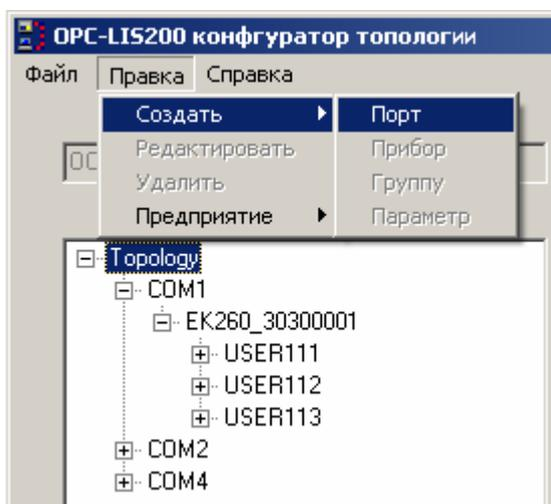

Рисунок 19
- Создать новый “Порт” (рис. 19). Команда разрешена только при выборе корневого узла.